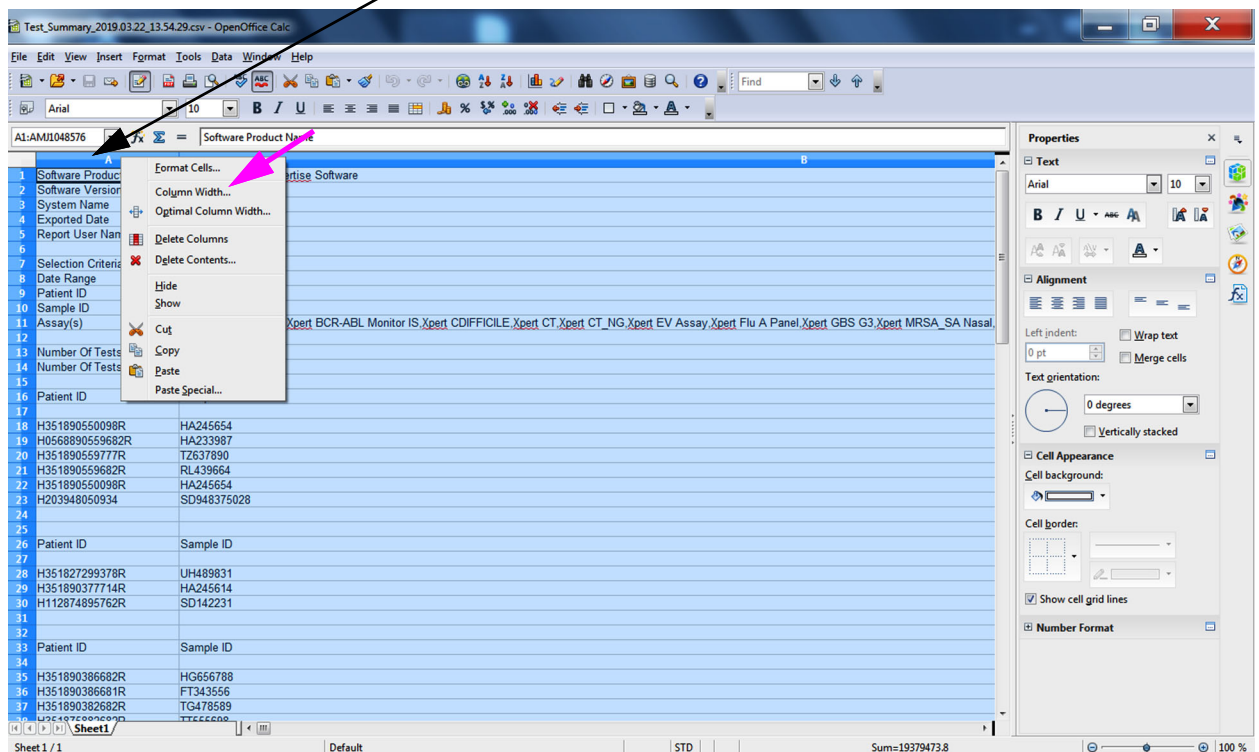

図 C-14. 列の幅を選択するためのドロップダウンメニュー
9. 「列の幅 (Column Width)」ダイアログボックスが表示されます。図 C-14 を参照。